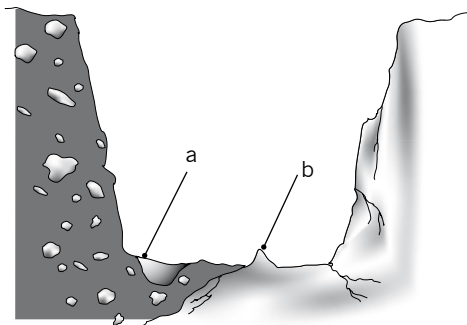

Figur 1d
- Montera den medföljande märkskylten J på insidan av PE-halsen (figur 1d).